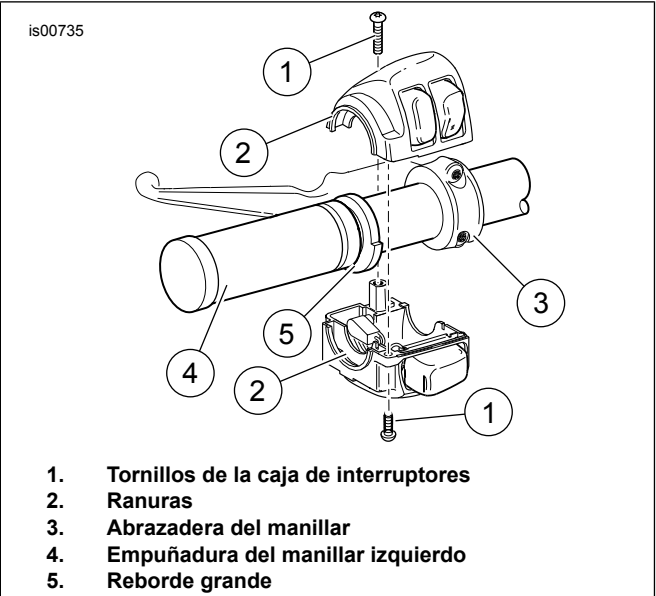

Figura 1. Caja de interruptores del manillar izquierdo
1. Vea Figura 1. Elimine los dos tornillos con arandelas planas que aseguran la abrazadera del manillar (3) en el soporte de la maneta del embrague. Elimine la abrazadera y coloque el conjunto de la maneta del embrague lejos del manillar.
2. Afloje, pero no extraiga, los tornillos de la caja de interruptores inferior y superior (1).